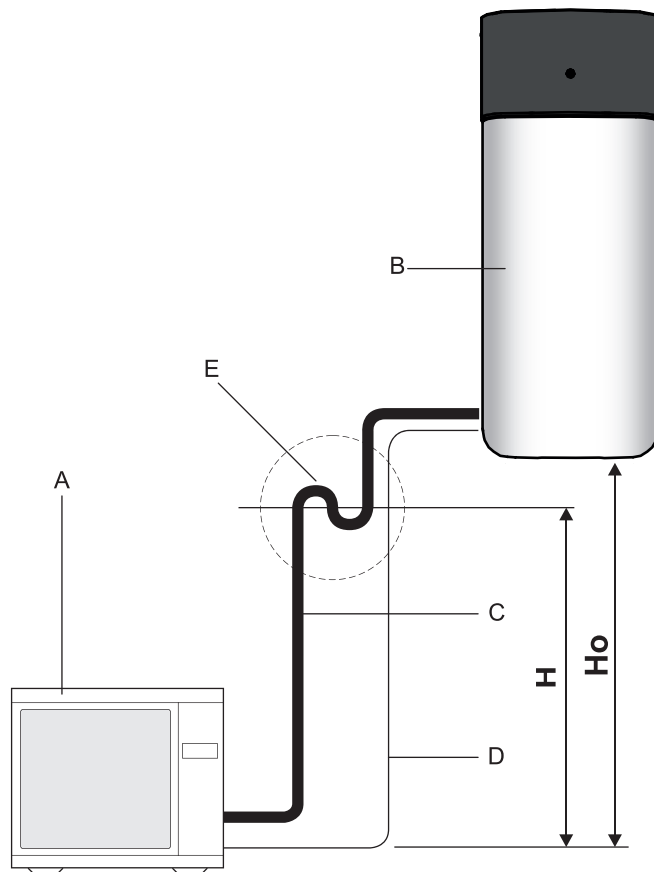

Bild 74-46 Oljeuppsamlingskrök köldmedieledning
- Behövs om Daikin Altherma EHS(X/H) inte installeras i marknivå med värmepumpsutomhusdelen (Bild 74-46, $H_0 \geq 10$ m).
- Minst en oljeuppsamlingskrök måste installeras per 10 m höjdskillnad (Bild 74-46, H = avstånd mellan oljeuppsamlingskrökarna).
Tab. 74-9 Teckenförklaring till Bild 74-46